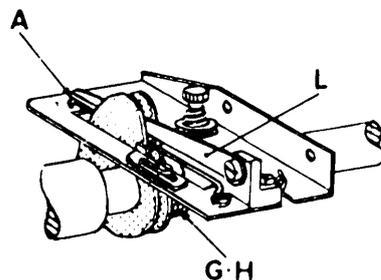

fig. 10
8. Regolazione camma tendifilo per crochet inferiore (fig. 10)